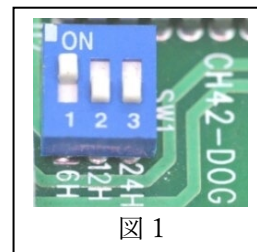

図 1
3.5 均等充電時間の設定：カバーを開け、制御基板上のジャンパーピンを 6 / 12 / 24 時間のいずれかに設定してください。出荷時設定は 6 時間です (図 1 参照)。